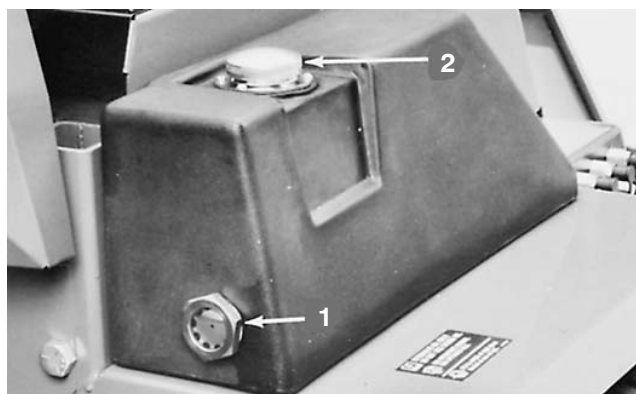

Figure 10
1. Vérifiez le niveau de liquide chaque jour par le viseur situé à l'arrière du réservoir hydraulique (Fig. 10). Quand l'huile est froide, le niveau est légèrement en dessous du centre du viseur. Il arrive au centre du viseur quand l'huile est chaude.
2. Si le niveau d'huile est bas, ajoutez de l'huile hydraulique dans le réservoir (Fig. 10) (voir Entretien du circuit hydraulique, page 46).